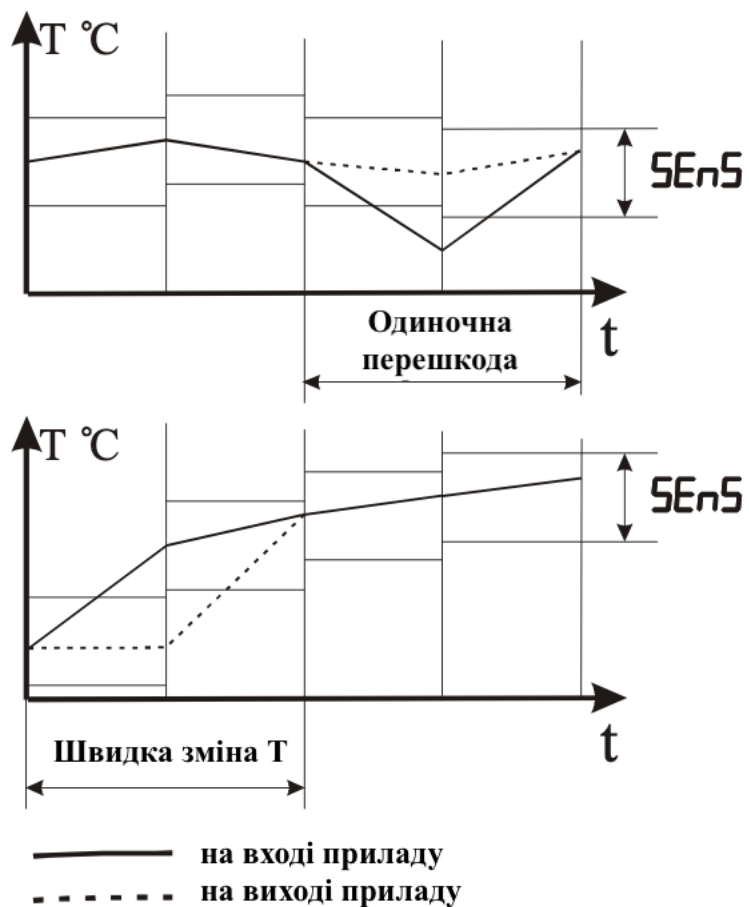

Рисунок 3.2 – Робота фільтра під впливом випадкових перешкод і різких змін сигналу
3.3.3.8 З метою зменшення впливу випадкових імпульсних перешкод на показання в прилад впроваджена цифрова фільтрація. Робота фільтра описується параметром «Смуга фільтра». Якщо поточне значення температури відрізняється від результатів попереднього вимірювання на величину, яка перевищує значення, зазначене в параметрі «Смуга фільтра», то температура вимірюється повторно, а на індикаторі залишається старе значення (див. рисунок 3.2).